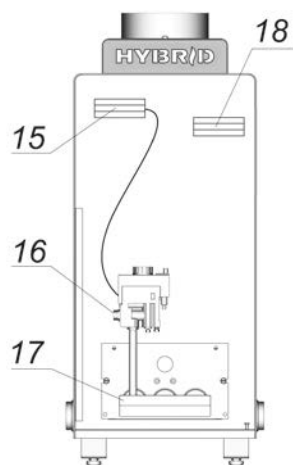

Рис. 3. Вид котлов спереди,
5.5. Газовые котлы СТЭН HYBRID комплектуются газогорелочными устройствами с автоматическим регулятором. Скоба (поз. 15, рис.3) для крепления термодатчика горелки находится под передней панелью котла.